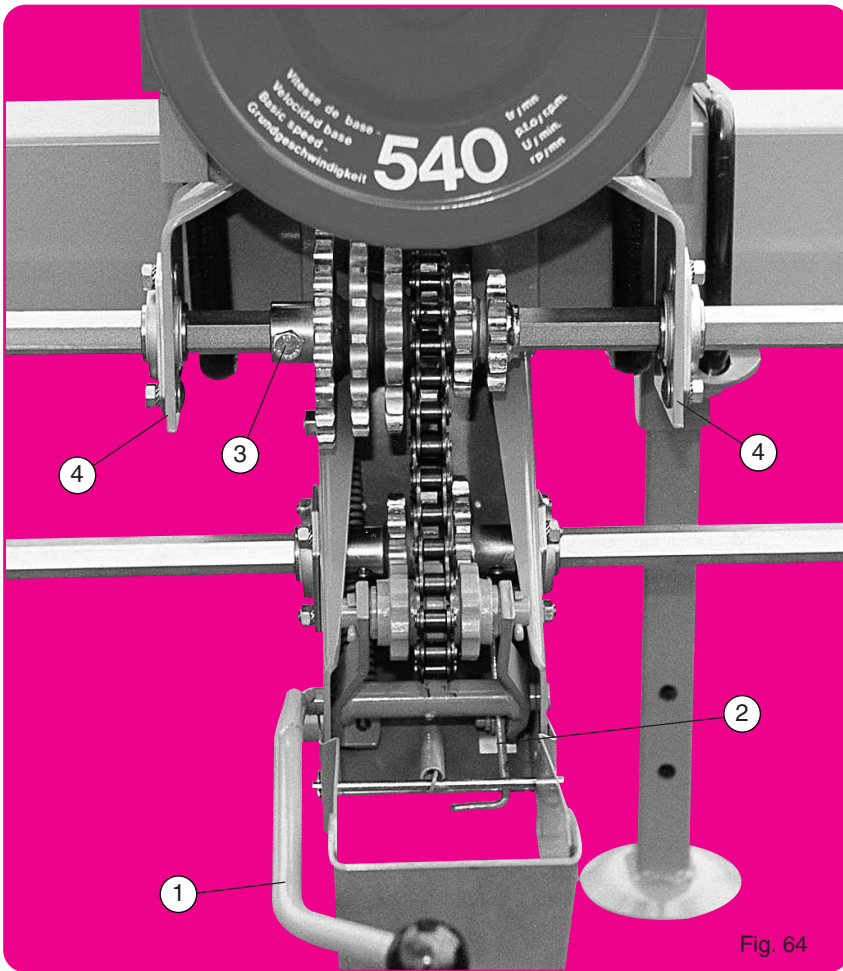

Fig. 64
- Montage normal (fig. 64) pour semoir à nombre de rangs pair et inter-rangs supérieure à 45 cm.
Normale Montage (Abb. 64) für Sämaschinen mit gerader Reihenanzahl und Reihenabstand über 45 cm.
- Normal assembly (fig. 64) for planters with an even number of rows and inter-row spacing over 45 cm (18")
- normale montage (fig. 64) voor een zaaimachine met een even aantal rijen en voor een rijafstand van meer dan 45 cm.